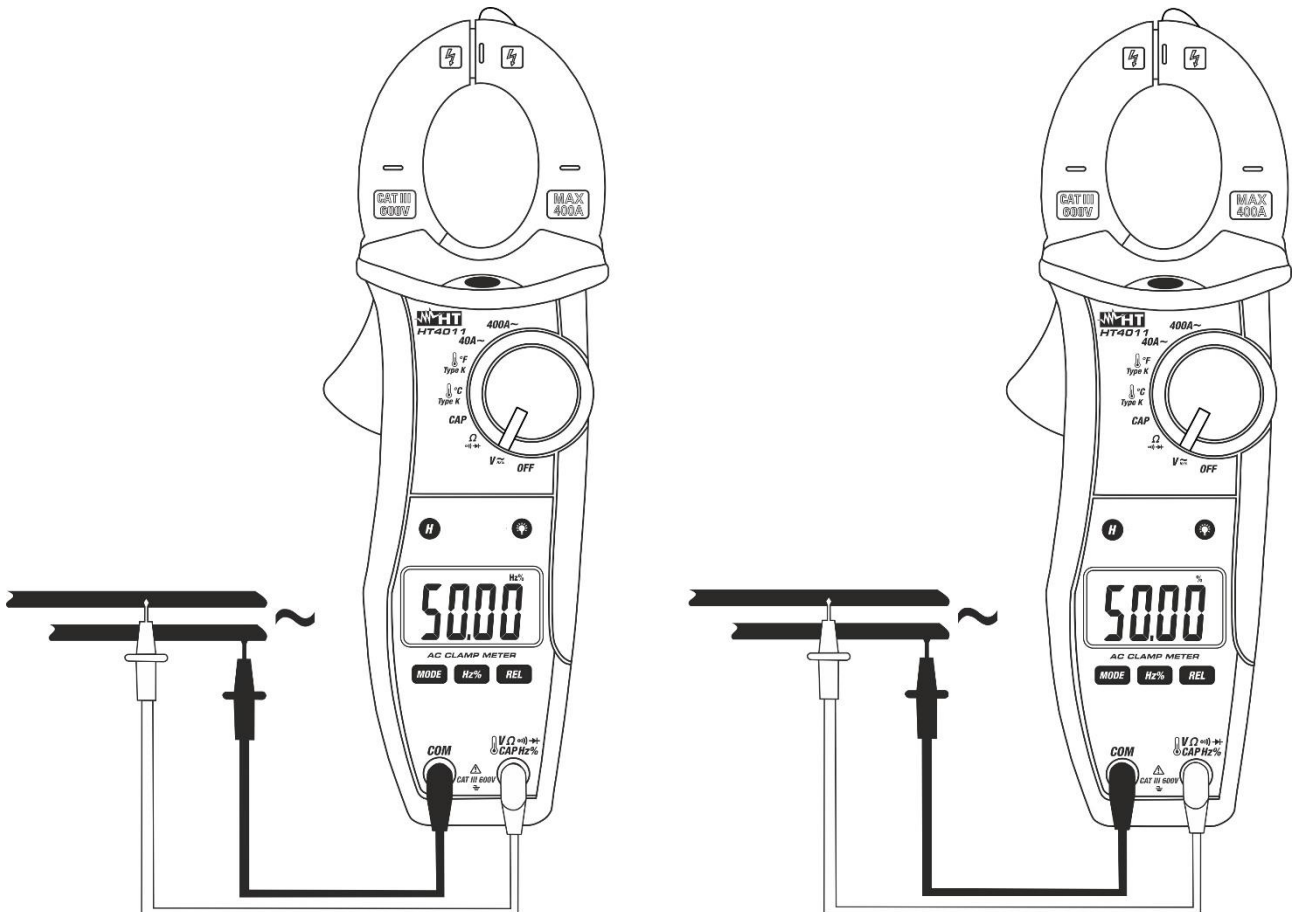

Fig. 5: Uso da pinça para medições de Frequência e Ciclo de Trabalho (Duty Cycle)
4. Colocar as ponteiras nos pontos pretendidos do circuito em exame. O valor da frequência (Hz) (Fig. 5 – parte esquerda) ou do Ciclo de Trabalho (Duty Cycle) (%) (Fig. 5 – parte direita) é apresentado no display